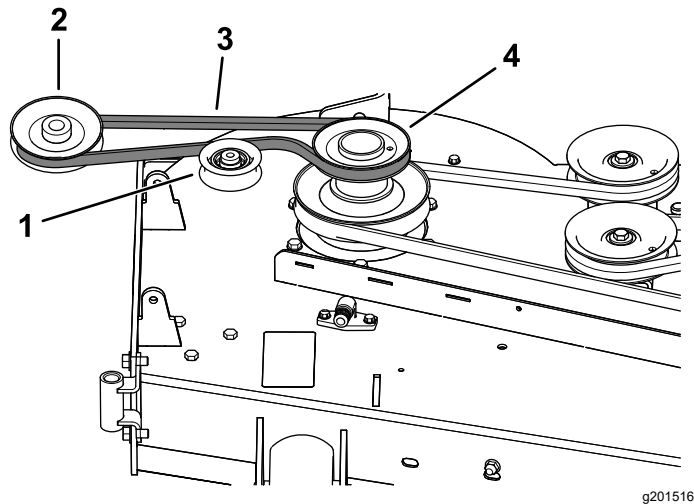
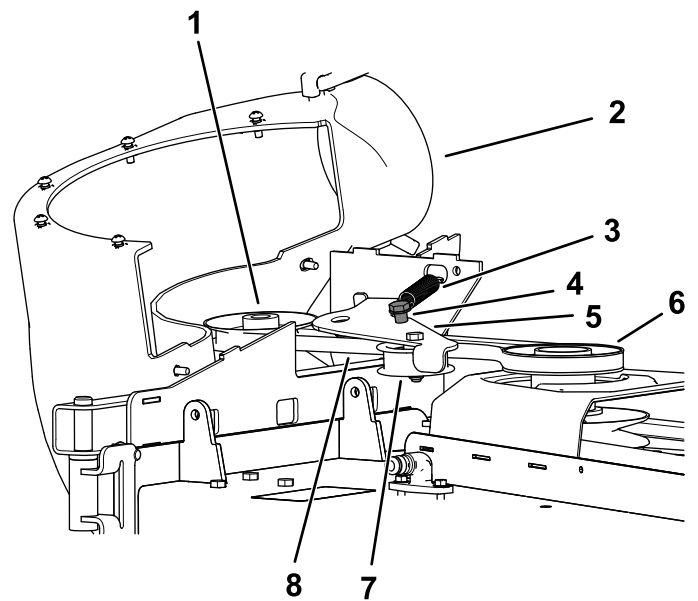

Figura 25
Figura 26
1. Se necessario, montate la cinghia sulla puleggia del soffiatore (Figura 25).
1. Montate la cinghia attorno alla puleggia del soffiatore (Figura 25 e Figura 26); fate riferimento a 11 Montaggio del gruppo soffiatore (pagina 15).
3. Tirate la puleggia tendicinghia caricata a molla lontano dal supporto per molla fisso e avvolgete la cinghia attorno alla puleggia del piatto di taglio (Figura 26).
4. Fate passare la cinghia intorno alla puleggia motrice, come illustrato in Figura 25 e Figura 26.